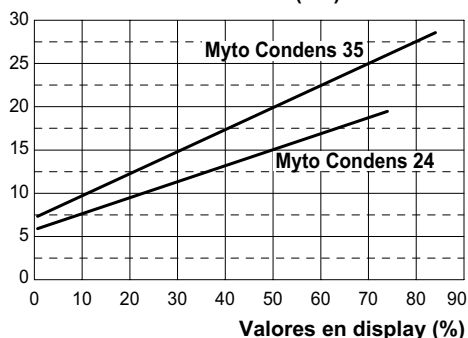
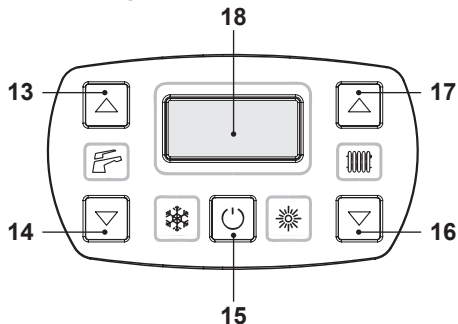
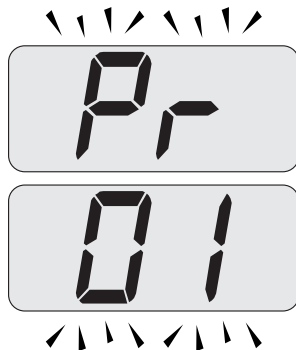

Figura 7.9
Figura 7.12
Figura 7.13
La regulación de la potencia útil en funcionamiento de calefacción es independiente de la configurada para el agua sanitaria. El gráfico de la Figura 7.9 muestra cómo varía la potencia útil de la caldera al modificarse el valor ajustado en la tarjeta de control.
- Entre en la "modalidad de programación" pulsando simultáneamente durante 10 segundos los botones 15 - 16 - 17 (Figura 7.12) hasta que aparezcan en la pantalla LCD las letras **Pr** alternadas con el código **01**, que indican la entrada en el "parámetro 01" (Figura 7.13).
- Pulse simultáneamente los botones 15 y 17 (Figura 7.12) hasta que aparezca en la pantalla LCD el valor del parámetro 12 (Figura 7.15) (74 = Myto Condens 24 o 86 = Myto Condens 35).
- Usando los botones 16 o 17 (Figura 7.12) se puede modificar el valor del parámetro 12 (consúltese el gráfico Figura 7.9 para determinar el valor correcto en función de la potencia útil de calefacción).
- Pulsando el botón 15 (Figura 7.12) se confirma el valor introducido.
- Pulsando simultáneamente los botones 15 y 16 (Figura 7.12) se sale sin modificar el valor (se vuelve a la lista de parámetros
- Pulsando simultáneamente durante 10 segundos los botones 15 - 16 - 17 (Figura 7.12) se sale de la "modalidad de programación".